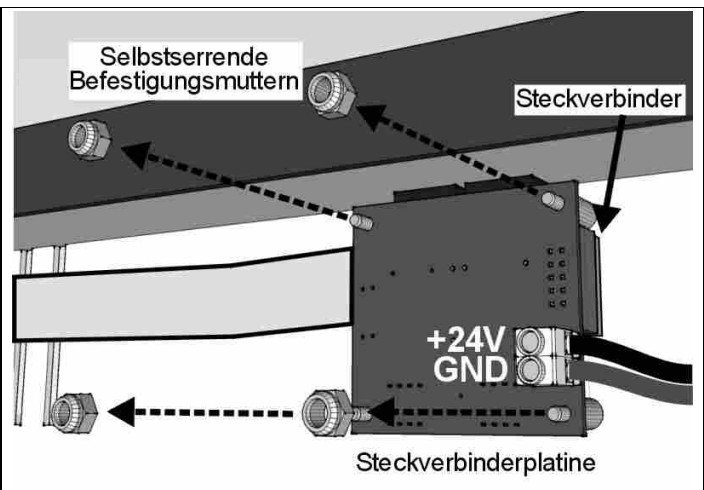

Abb. 17: Befestigung Steckverbinderplatine
3. Mittels eines 5,5 mm Schlüssels die 4 Befestigungsschrauben der Steuerplatine abschrauben (Abb. 17), sie aus ihrer Aufnahme herausnehmen und die neue Platine befestigen.